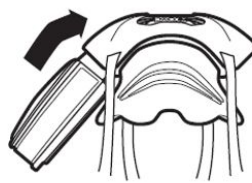

Fig. 7
3. Si la cartouche ne s'enclenche pas en place lors de l'insertion, cela peut être dû à l'angle d'insertion. Soulevez légèrement la cartouche jusqu'à ce qu'elle s'enclenche en place (Fig. 7).